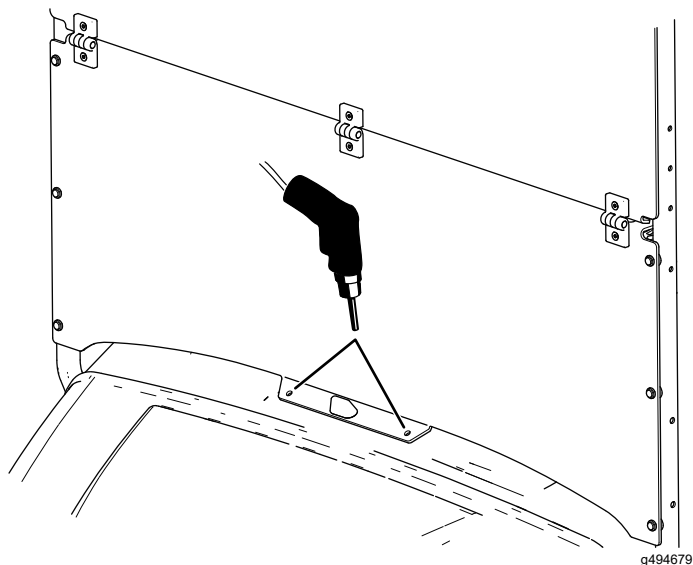

Figura 4
4. Utilizzando il parabrezza come modello per la foratura, praticate 2 fori (8 mm) nel cruscotto (Figura 4).